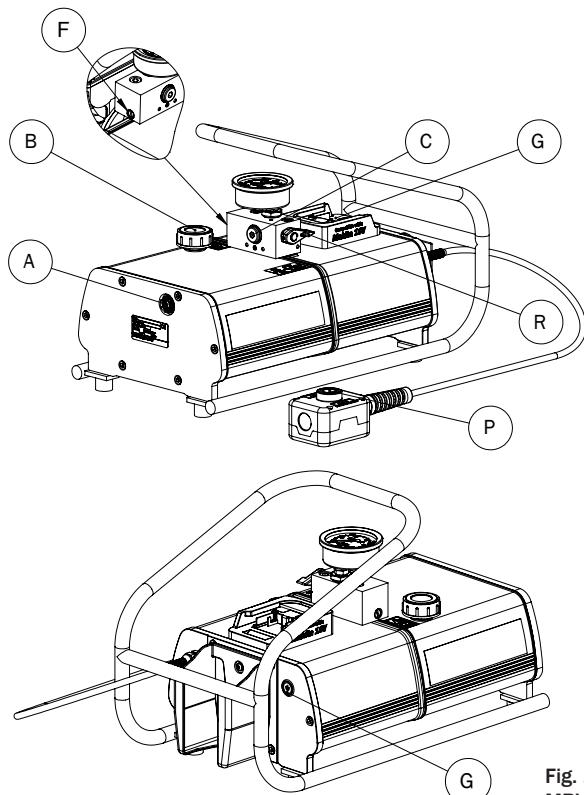

Fig. 10
*För att starta pumpning, vrid avlastningsvred (fig. 10 och fig. 11, pos. R/R2) medurs till stopp.
To start pumping, turn the release knob (fig. 10 and fig. 11, pos. R/R2) clockwise to stop.
Drehen Sie das Ablassventil (Abb. 10 und Abb. 11, Pos. R/R2) im Uhrzeigersinn, um mit dem Pumpen zu beginnen.
Para comenzar a bombear, gire la perilla de liberación (fig. 10 y fig. 11, pos. R/R2) en el sentido de las agujas del reloj para detener.*
Pumpen är försedd med inbyggd fabriksinställd säkerhetsventil som begränsar utgående tryck till maximalt arbetstryck. OBS! Säkerhetsventilen får ej manipuleras eller bytas ut. Säkerhetsventilen får endast justeras av REHOBOT eller av REHOBOT auktoriserad serviceverkstad. Alla cylindrar, tillbehör och verktyg som ansluts till pumpen måste vara konstruerade för ett arbetstryck som motsvarar minst pumpens maximala arbetstryck. Pumpens oljepåfyllnadsplugg har inbyggd luftventilering för att motverka över- och undertryck i oljetanken (fig. 10 pos. B) Elmotorn har inbyggd termokontakt som slår ifrån motorn vid för hög temperatur. Siktglas för enkel kontroll av max. oljenivå (fig. 10 pos. A) Kulventil för att hålla tryck i verktyg även när pumpning ej sker. Bärhandtag som även ger skydd för manometern.
För att starta pumpen, koppla på batteri (fig. 10 pos. G) och tryck in ON/OFF knappen (fig. 10 pos. G). Knappens LED-lampor lyser blått när pumpen är i läge "ON". OBS! Efter att pumpen är satt i läge "ON" tar det ca 4 sekunder innan motorns styrhenhet har startat upp och pumpen kan aktiveras med handkontrollens tryckknapp (fig. 10 pos. P). Motorn är endast aktiverad när handkontrollens tryckknapp är intryckt. För att förhindra oavsiktlig körning, stäng alltid av pumpen med ON/OFF-knappen, speciellt om den inte är under uppsikt. Koppla alltid bort batteriet efter avslutad användning. Om motorn av någon anledning inte slutar snurra trots att handkontrollens tryckknapp (fig. 10 pos. P) inte är intryckt, koppla omedelbart bort batteriet från pumpen.
Anslut hydraul slang med G 1/4" koppling (fig. 10, pos. C) eller använd REHOBOT snabbkopplingar. Pumpens siktglas (fig. 10 pos. A) kan bytas ut mot lämplig G 1/4" koppling och användas som returport. Placera pumpen så att siktglaset är högre upp än oljenivån innan byte sker.
- Skruva bort oljepåfyllningspluggen (Fig. 10, pos.B).
- Fyll oljebehållaren genom påfyllningshålet tills oljenivån når mitten av siktglaset (fig. 10 pos. A).
Reglering av trycket sker genom att vrida inställningsskruven (fig. 10 och fig. 11 pos. F)